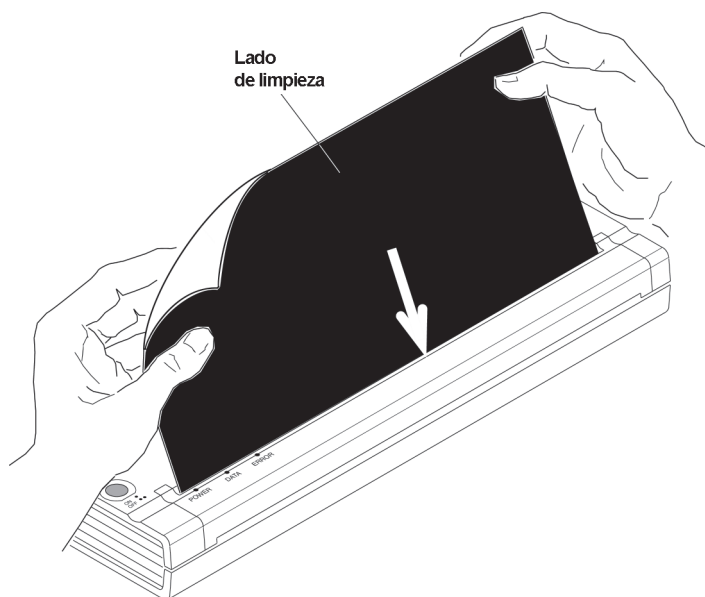

Figura 18. Limpieza del rodillo de sujeción.
3. Inserte el paño de limpieza negro suministrado con la impresora en la ranura de carga de papel de la impresora con el lado negro áspero, que contiene el material de limpieza, hacia la parte frontal de la impresora. Consulte la figura 18. La impresora tirará del paño de limpieza.